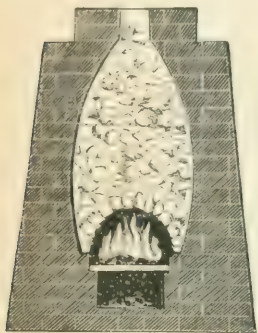

FIG. 7. — Four à chaux.
7. — La *chaux* provient d'un calcaire dit *pierre à chaux*, que l'on fait cuire dans un four spécial appelé *four à chaux* (fig. 7).